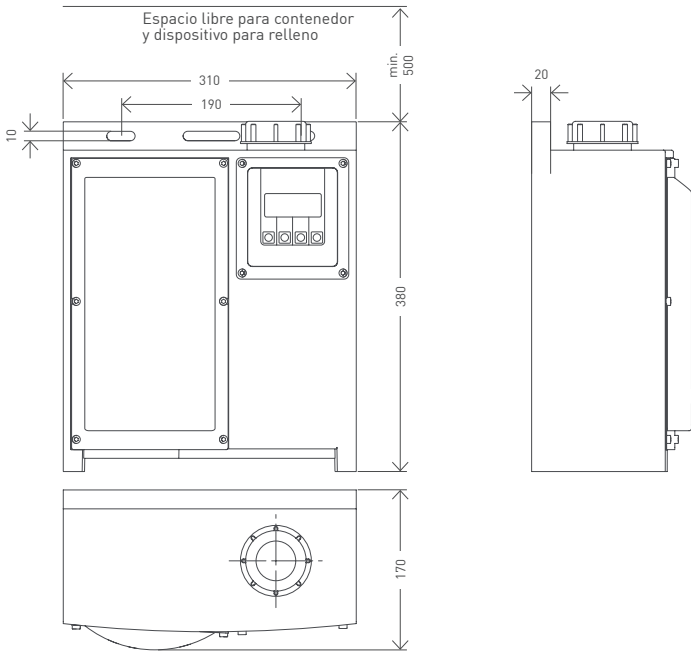

Figura 3-3 Medidas externas en mm
- Respetar espacio libre necesario para cartucho y soporte de llenado (Figura 3-3).
- Realizar las perforaciones de forma horizontal con 190 ± 5 según Figura 3-3 y fijar equipo con tornillos. Apretar los tornillos M8 sólo hasta que no tengan más juego. Entonces apretar un cuarto de vuelta.